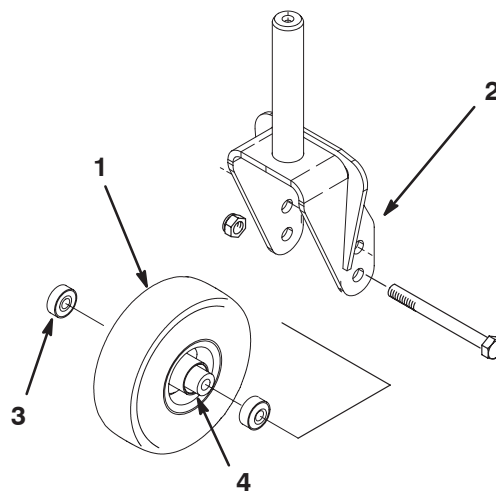

Bild 30
1. Nehmen Sie die Sicherungsmutter von der Kopfschraube ab, die die Laufradgruppe zwischen der Laufradgabel hält (Bild 30). Halten Sie das Laufrad fest und schieben die Kopfschraube aus der Gabel oder vom Gelenkarm ab.
2. Entfernen Sie das Lager aus der Radnabe und lassen Sie das Lagerdistanzstück herausfallen (Bild 30). Entfernen Sie das Lager aus der gegenüberliegenden Seite der Radnabe.